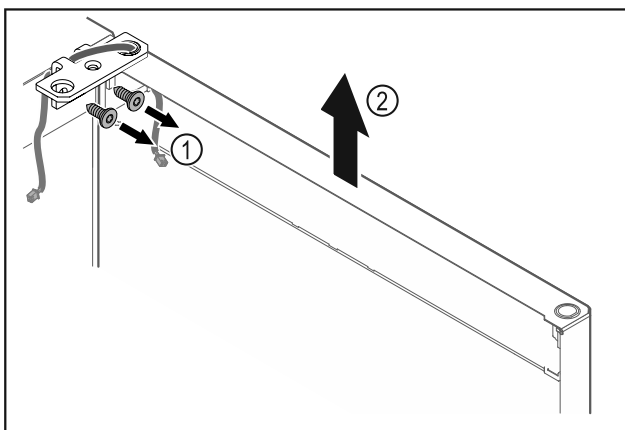

Fig. 15
- ▶ Отвинтите шарнирные уголки Fig. 15 (1).
- ▶ Дверь вместе с шарнирными уголками поднимите строго вертикально вверх Fig. 15 (2) приблизительно на 200 мм и снимите.